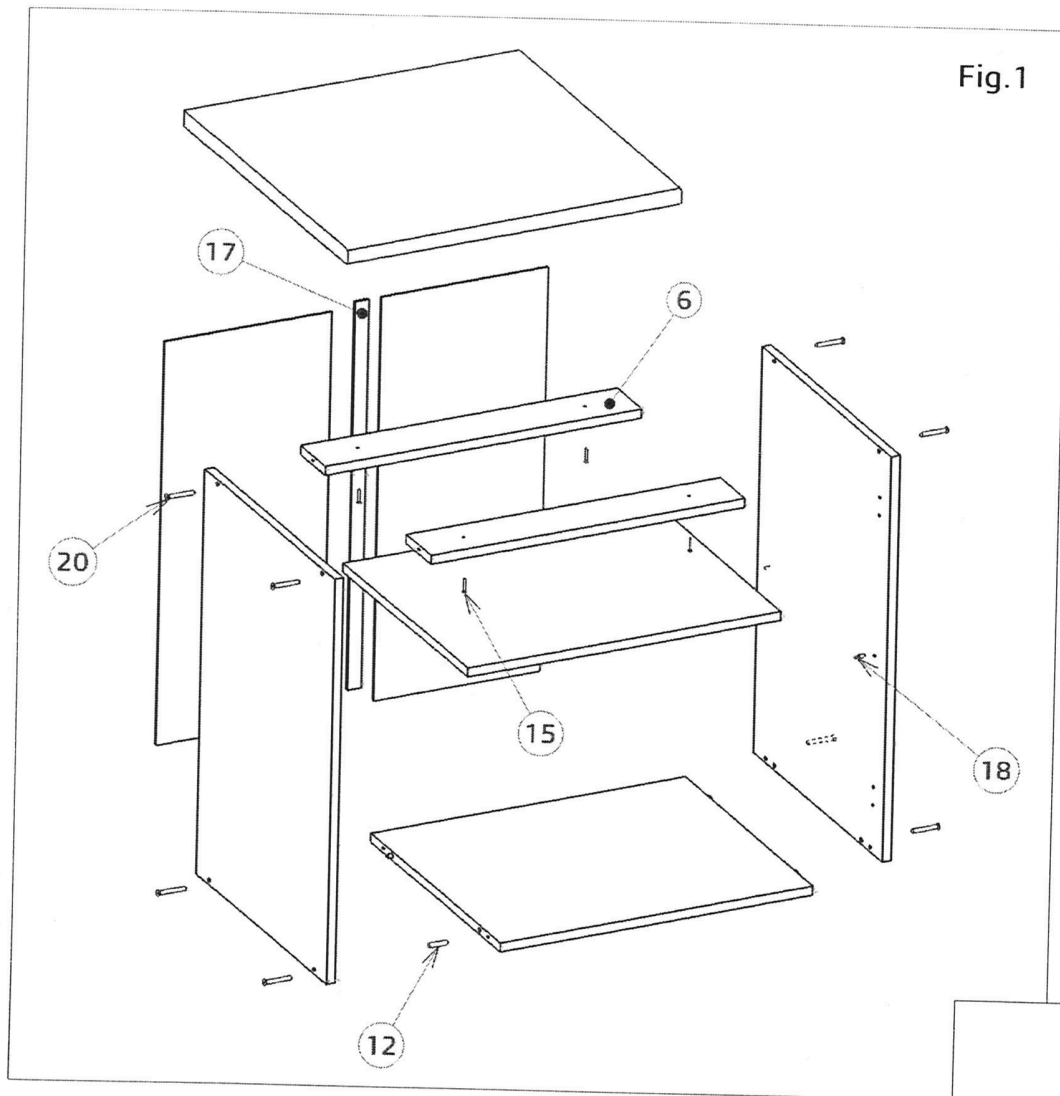

Fig. 1
1. Se va monta corpul (Fig. 1) :
3. Se prinde blatul (Fig. 1):